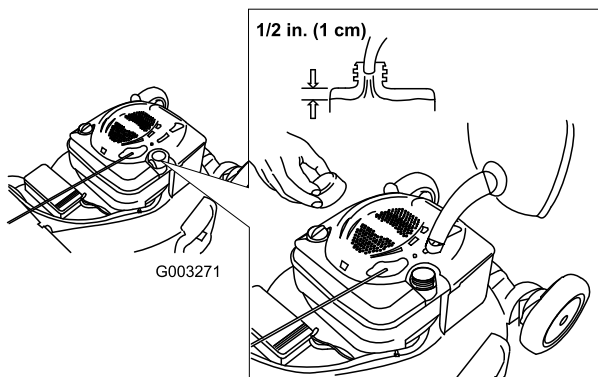

Figure 9
**Remarque:** Faites le plein avec de l'essence sans plomb ordinaire fraîche d'une marque réputée (Figure 9).